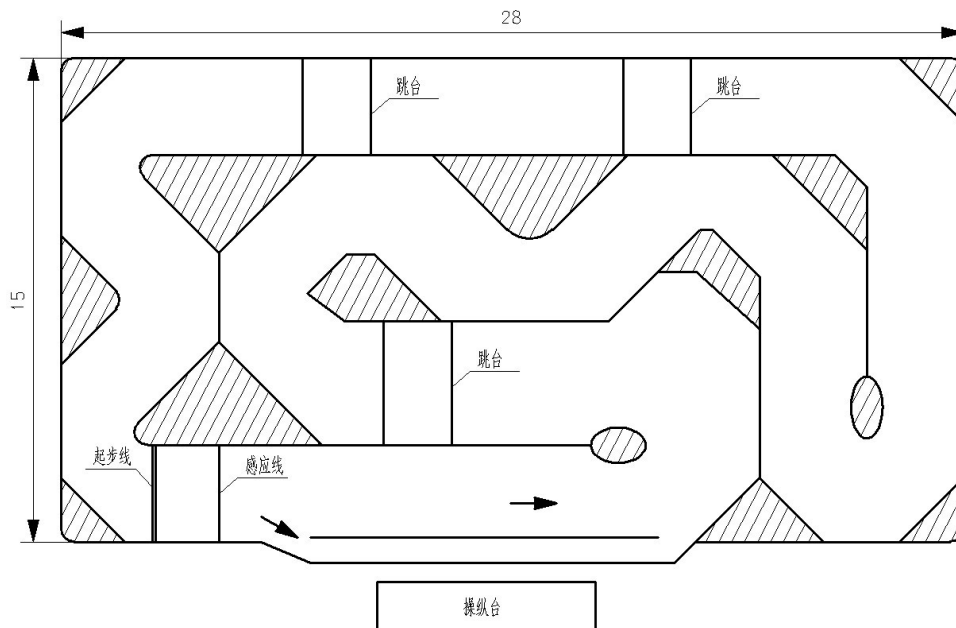

图 7 越野竞速运动水平四级实操测试场地
7.4.1 越野竞速运动水平四级实操测试场地见图 7，场地及围挡可以通过划线及低成本方式布置。使用自备 1/18 电动越野车，实操测试按 7.3.2.1~7.3.2.5 执行。2 min 内完成 4 圈则为测试通过。